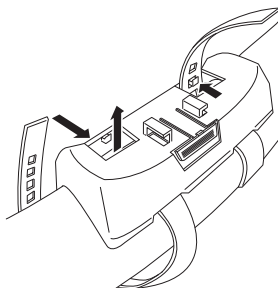

Fig. 16
2. Fije el soporte al borde interior del volante de dirección de manera que el soporte quede enfrente al conductor. (Fig. 16)